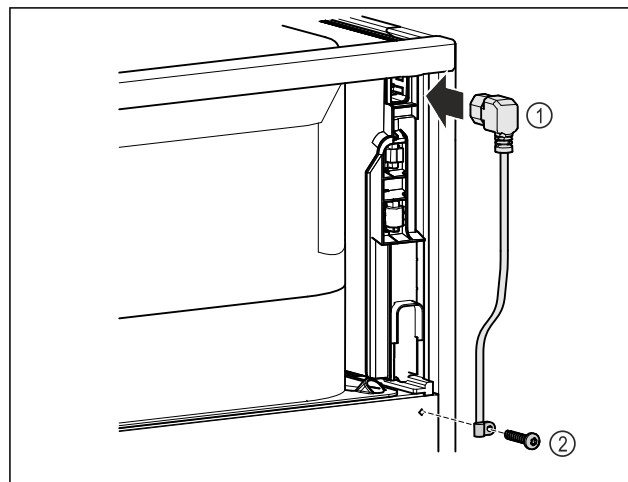

Fig. 9
- ▶ Dugja be a hálózati csatlakozóvezeték csatlakozóját a készülék hátoldalába. Fig. 9 (1)
- ▶ Szerelje fel a tehermentesítőt. Fig. 9 (2)